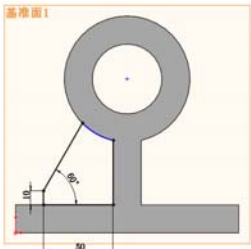

图 4-73 拉伸的图形
**18** 绘制草图。在菜单栏中选择“工具”→“草图绘制实体”→“直线”以及“三点圆弧”命令, 绘制如图 4-73 所示的草图并标注尺寸。